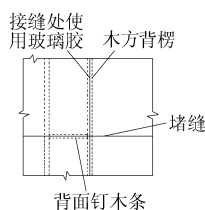

图 4 木制大模板拼接
(1) 首层墙高为 3.5m,采用木制大模板,光面竹胶板做面板,木方背楞。板面竖向接缝在拼接前打玻璃胶,横向接缝打胶后在板背面定木条,确保不漏浆,如图 4 所示。竹胶板与木方竖背楞若直接用圆钉连接容易翘曲开缝,因此采用木螺丝钉连接。